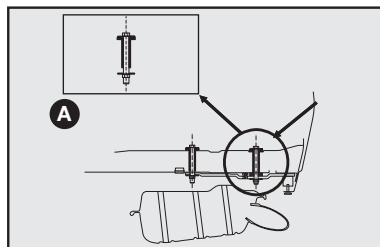
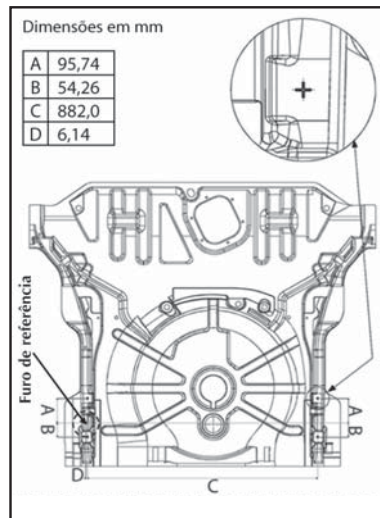

fig. 16
fig. 17
- Efetuar no veículo a furação com \varnothing (diâmetro) 11 mm traspassando o assoalho posterior (ver detalhe **A-fig. 16**) e a longarina nas marcas esquemáticas indicadas na **fig. 17**.